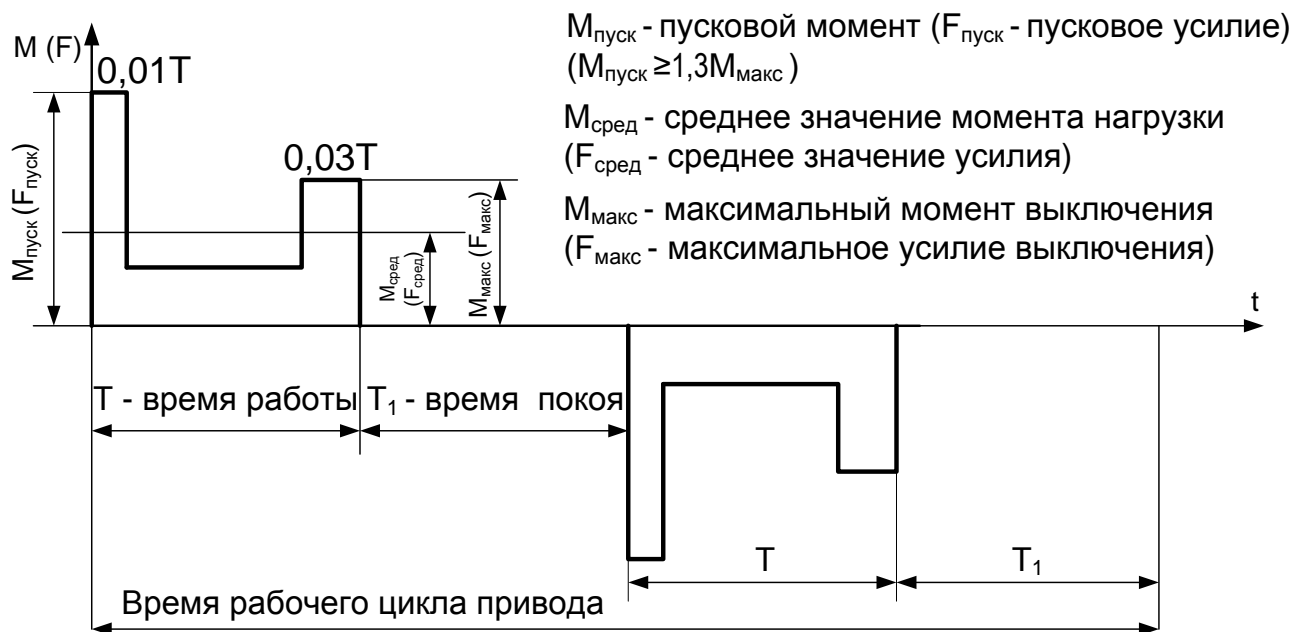

Рисунок 1 – Рабочий цикл привода
1.2.4 Режим работы привода – циклический (рисунок 1).